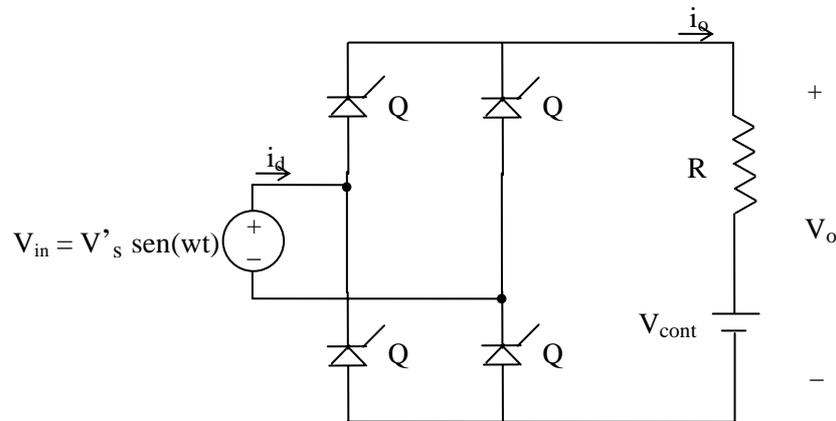

Figura 2
f) Se añade a continuación una batería de continua en serie con la resistencia (como se indica en la figura 2). Indicar los posibles valores de tensión para dicha batería si se quiere que circule corriente por la carga.